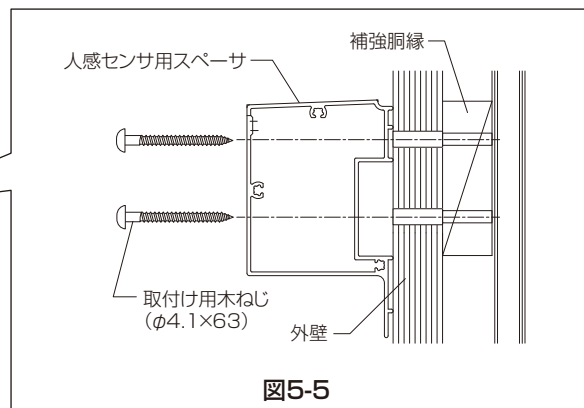

図5-5
- ⑦人感センサ用スペーサを設置する位置に当て、外壁に取付け用木ねじ(φ4.1×63)4本で取付けてください。(図5-5)